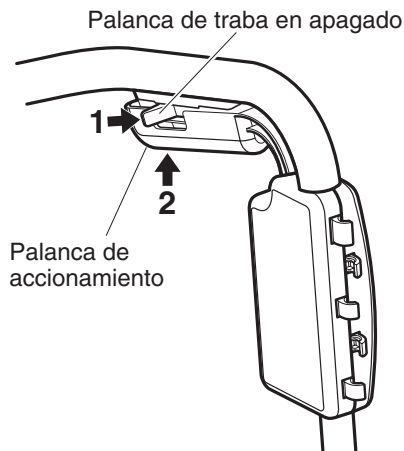

Figura 11 – Palanca de traba en apagado y palanca de accionamiento
2. Use su pulgar para deslizar completamente a la derecha la palanca de traba en apagado (vea la figura 11). Esto suelta la palanca de accionamiento.
3. Apriete completamente la palanca de accionamiento (vea la figura 11). El motor arrancará y las púas empezarán a girar. Una vez que arranca el cultivador, puede soltarse la palanca de traba en apagado.